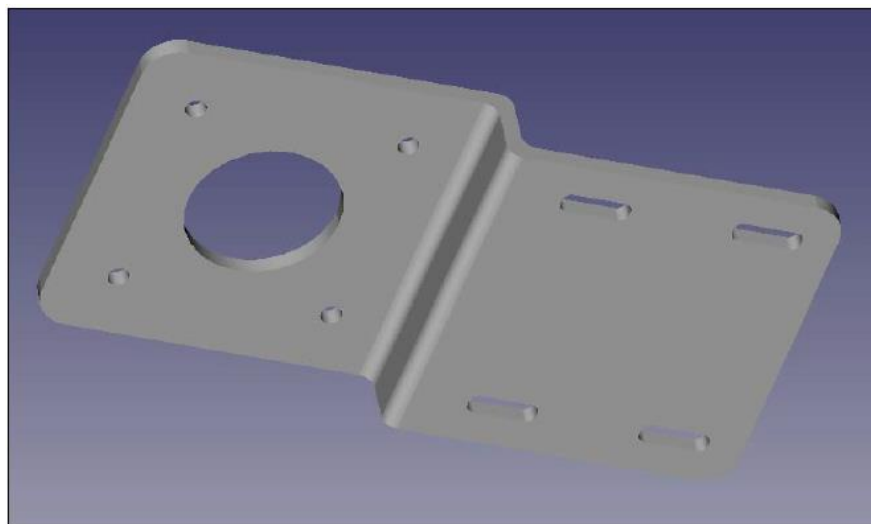

Рисунок 64 – Деталь 4 зі скругленням
1. Виконайте операцію скруглення для об'єкту в потрібних, на вашу думку, місцях для деталі 4 (рисунок 64):
1. Створіть об'єкт з видавлюванням – деталь 4 (рисунок 64).